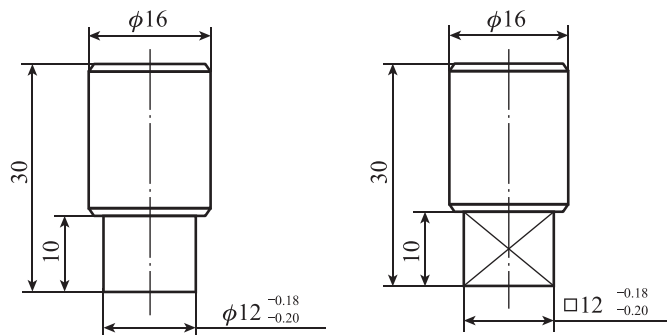

图 2-25 工具电极
(1) 电极的制造
① 电极材料的选择：本任务加工零件的电极用紫铜来制造。
② 电极的制造：圆形电极采用数控车床一次加工成型，方形电极采用数控铣床一次加工成型，形状尺寸如图 2-25 所示，加工后的电极直接安装在机床主轴上即可使用。
(2) 电极的安装与找正